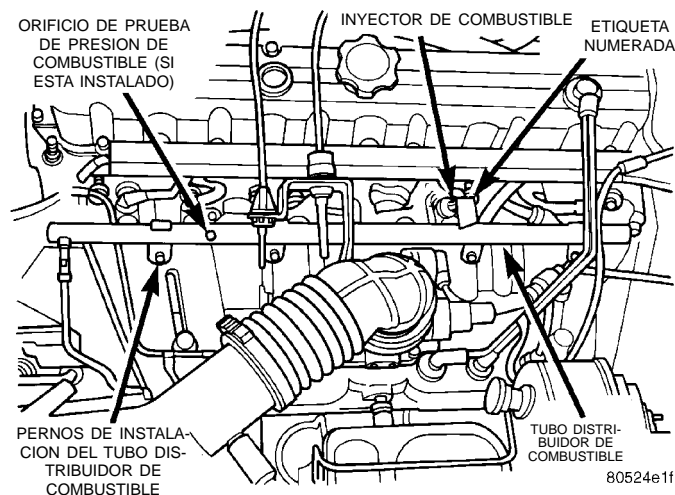

Fig. 35 Instalación del tubo distribuidor de combustible
(1) Retire el tapón del tubo de llenado del depósito de combustible.
(2) Desconecte el cable negativo de la batería.
(3) Lleve a cabo el Procedimiento de descarga de presión del sistema de combustible tal y como se describe en este grupo.
(4) Retire y adhiera una etiqueta numérica (si el inyector de combustible no está etiquetado aún), a los conectores del mazo del inyector. Repita la operación con cada inyector (Fig. 35).
(5) Desconecte la mordaza aseguradora del tubo distribuidor de combustible y el tubo de combustible en el tubo distribuidor de combustible. Consulte Tubos/conductos/mangueras de combustible y abrazaderas o Racores de conexión rápida. Estas secciones pueden encontrarse en la sección Sistema de combustible de este grupo.
(6) Retire los pernos de instalación del tubo distribuidor de combustible (Fig. 35).
(7) Retire el soporte de montaje del cable y los cables situados en el tubo múltiple de admisión.
(8) Retire el tubo distribuidor de combustible moviéndolo suavemente hasta que todos los inyectores de combustible estén fuera del tubo múltiple de admisión.